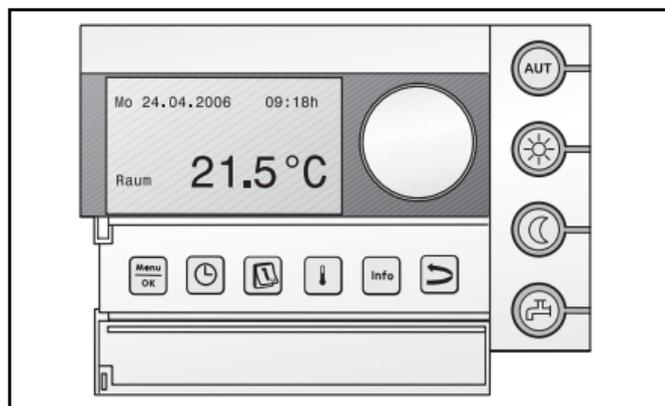

Fig. 10 Unità di servizio ambiente RC35
- ▶ Eseguire l'impostazione dell'unità di servizio ambiente (ad es. RC300, RC35 → fig. 10). Si consiglia di verificare/regolare quanto segue: